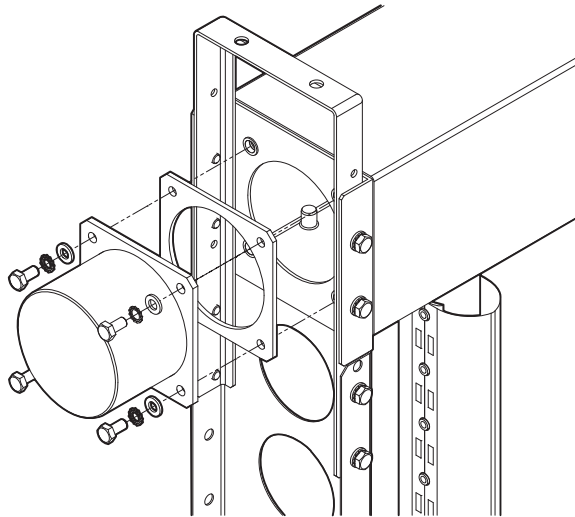

Fig. 2.b
- Fijar el adaptador apretando los tornillos a 7-8 Nm (5-6 ft lb), utilizando los elementos de fijación suministrados. (Fig.2.b) si se conecta el adaptador a la prolongación, usar los elementos de fijación incluidos en el kit de prolongación para conectar el adaptador.